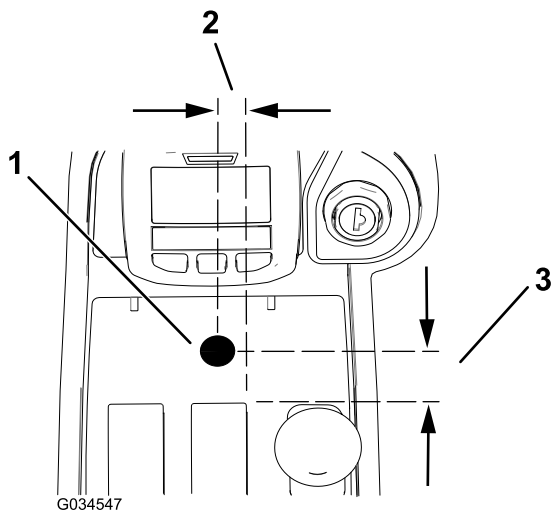

Рисунок 16
- Просверлите отверстие диаметром 13 мм в среднем пульте; см. правильное расположение на Рисунок 16.